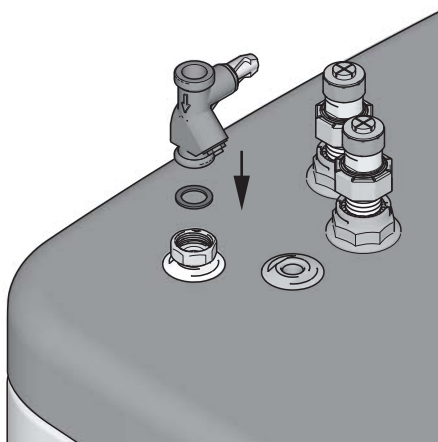

Fig. 4-19 Étapes 1+2
1. Poser le joint d'étanchéité sur le raccord de l'alimentation (voir fig. 4-19).